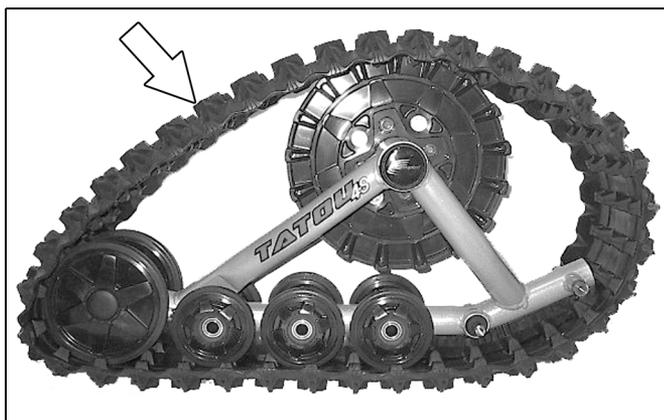

Figure 16
- Installer la chenille de caoutchouc (voir la Figure 16).